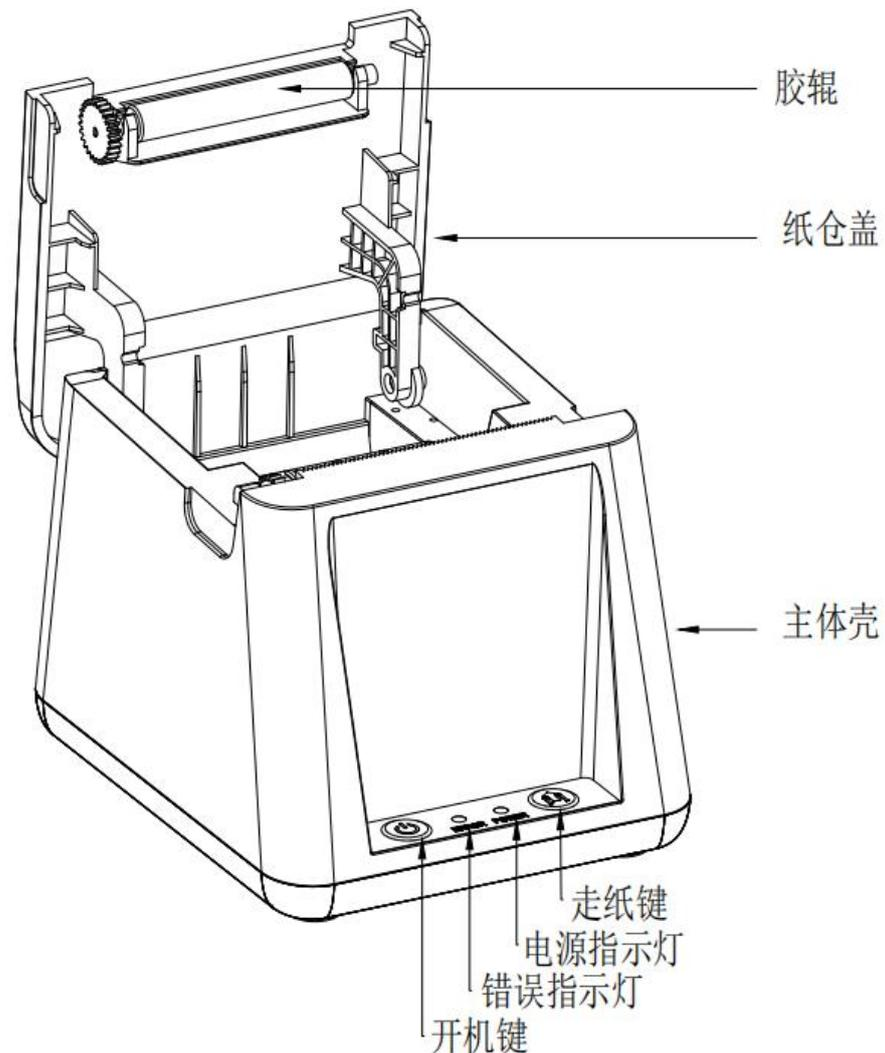
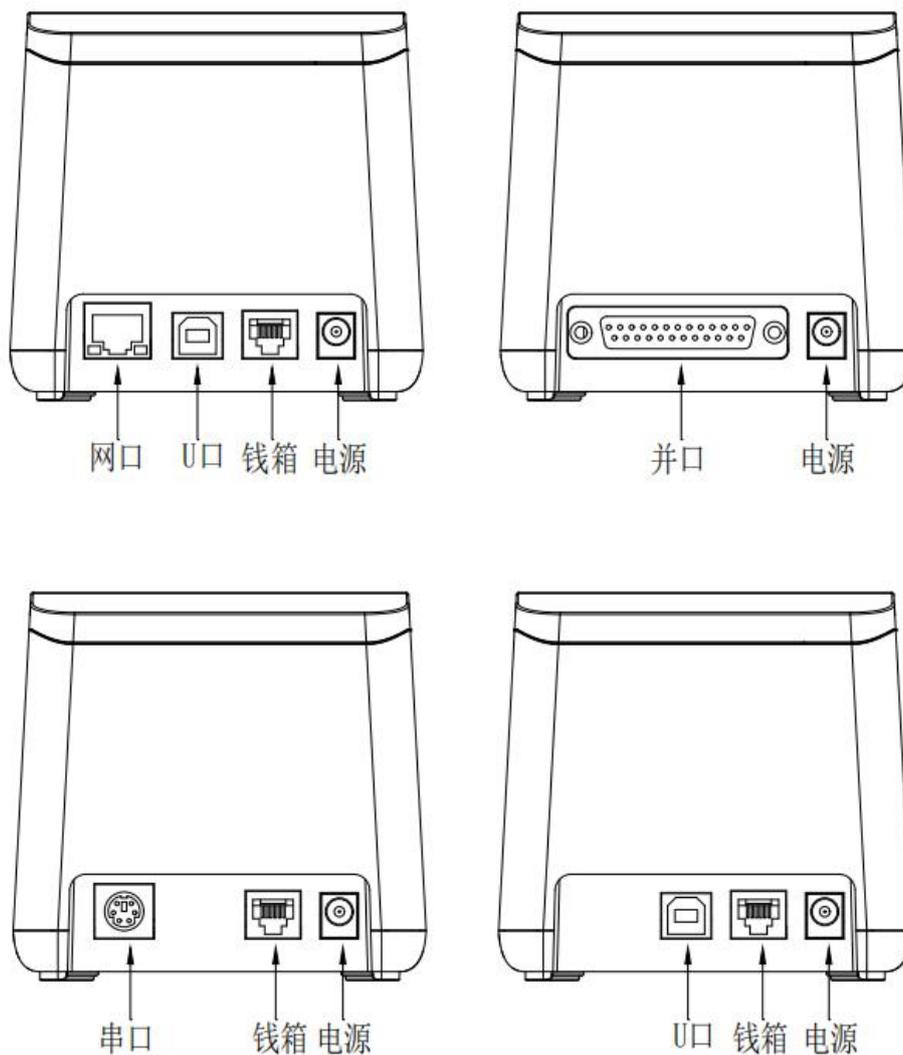

图 2-1-1 打印机外型
图 2-1-2 打印机外型（后视图）
打印机外型 如图 2-1-1，图 2-1-2。
- 1、当机头内无纸时，请不要按  键，以免影响打印头寿命。如图 2-1-1，捏住纸仓盖向上拉，即可开门换纸。